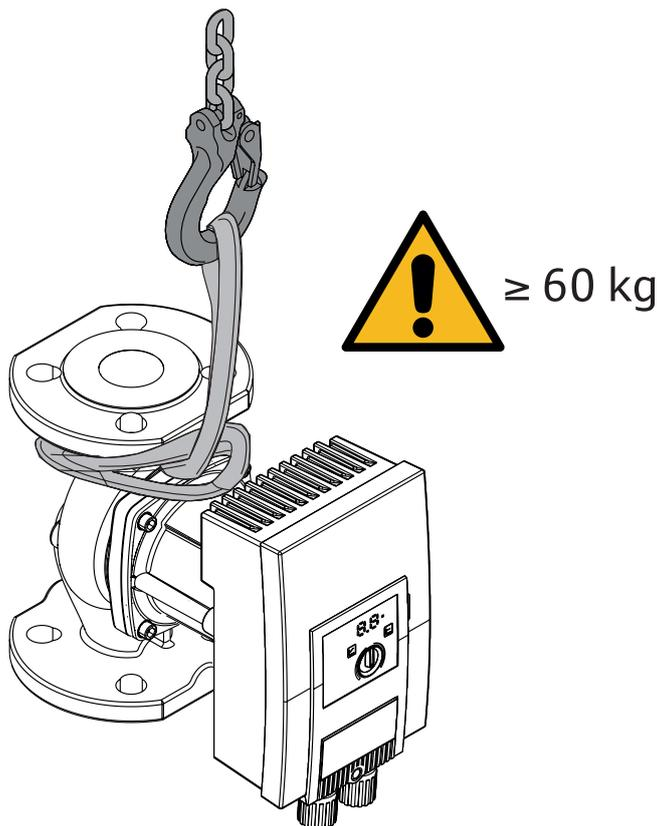

Fig. 3: Transportar
- Llévela solo por el motor o la carcasa de la bomba → Fig. 3.